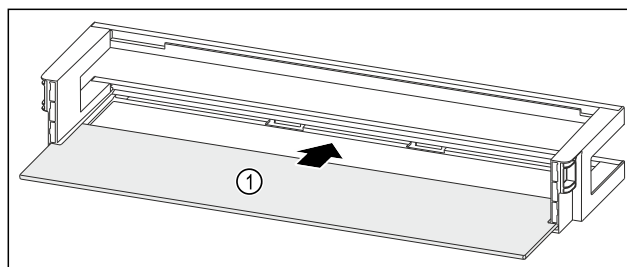

Fig. 224 Balconcino controporta con ripiano
- Inserire il ripiano Fig. 224 (1) negli incavi laterali.